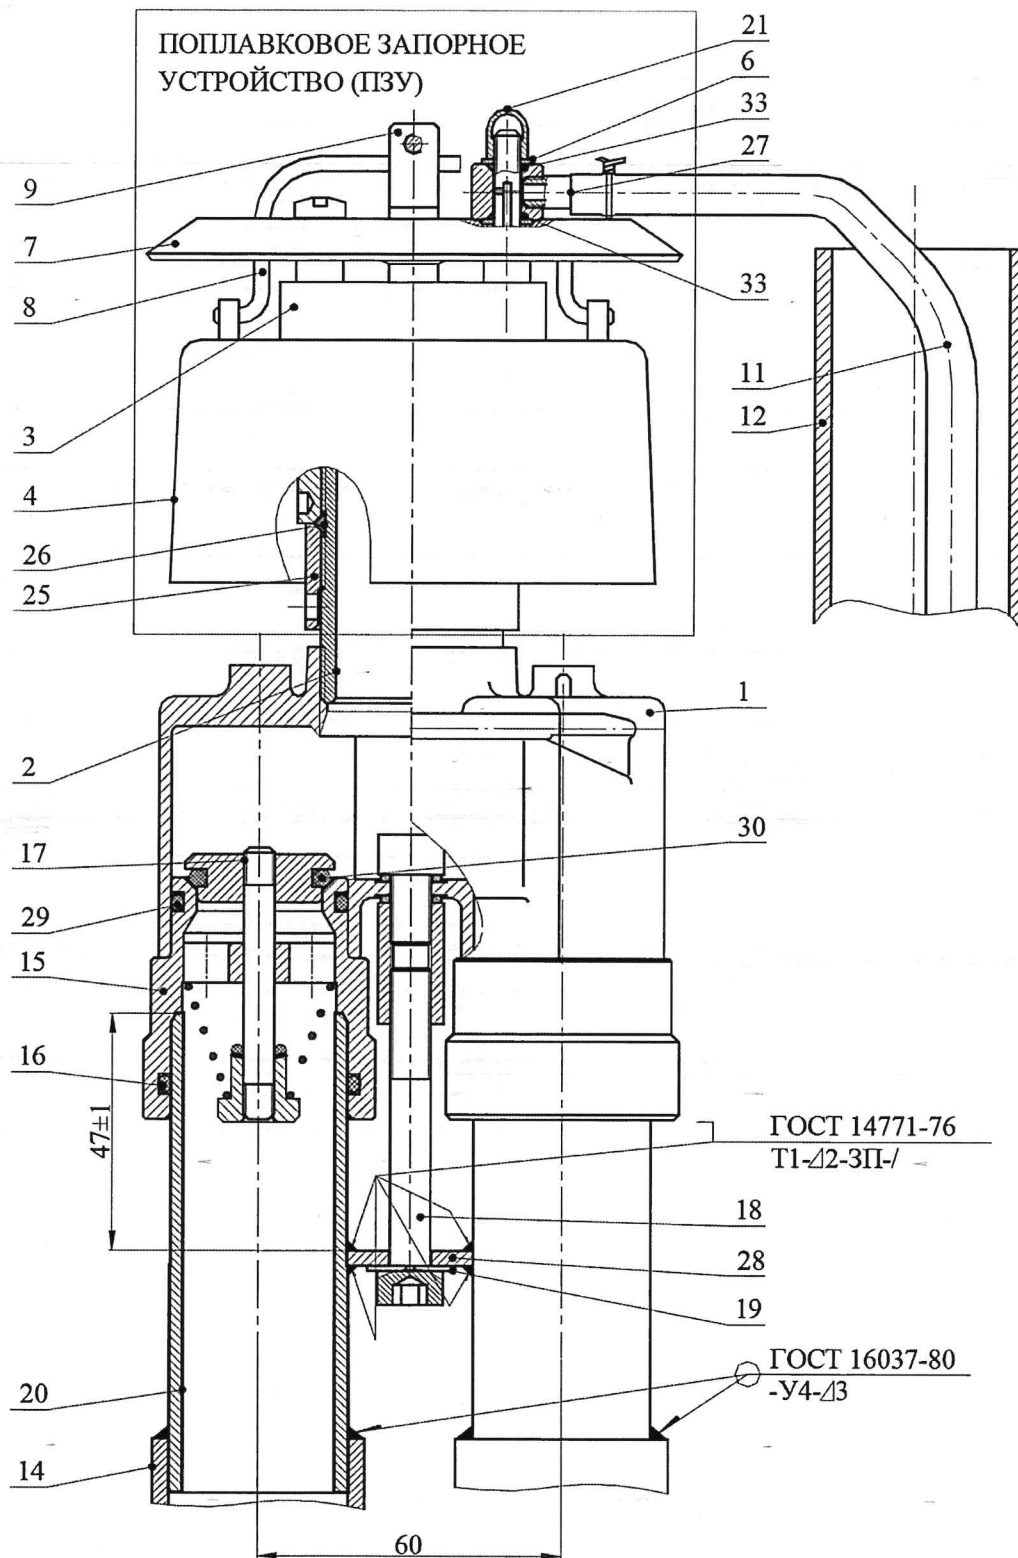
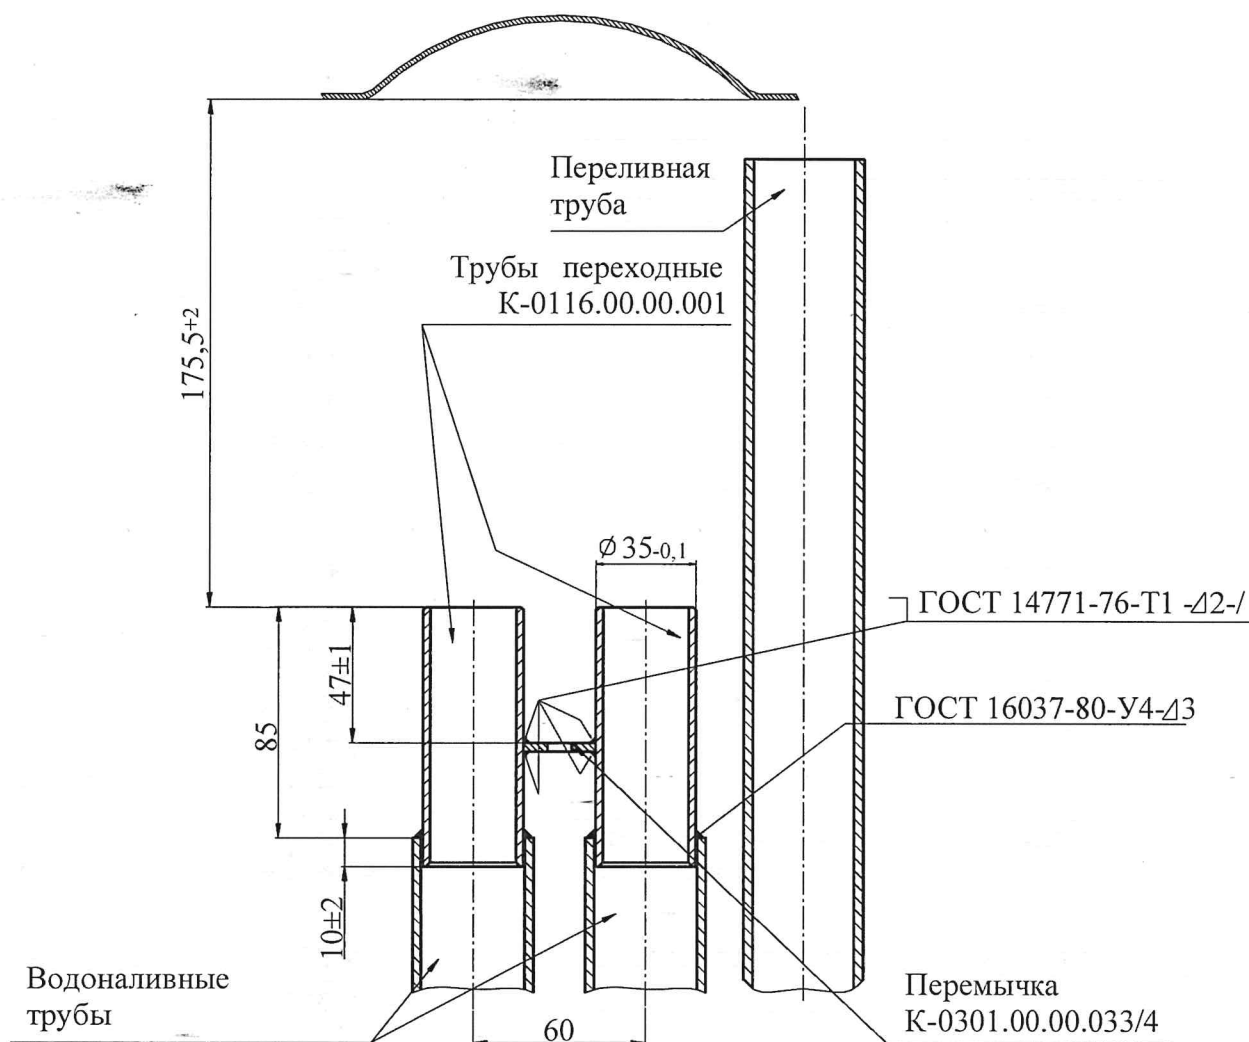

Рис.1 – Устройство и работа клапана.
Рис.2 – Установка клапана в баки вагонов модели 61-4514 со съемной распределительной батареей.
1.3.1. Клапан черт.К-0301/5.1.1М (рис.1) состоит из поплавкового запорного устройства (поз.3) (далее по тексту «ПЗУ»), тройника (поз.1), двух штуцеров (поз.15) с подпружиненными обратными клапанами (поз.17) и трубы переходной (поз.2).
- 2.1.1 Приварить перемычку (поз.28) черт.К-0301.00.00.033/4 (рис.1, рис.2) на расстоянии 47 ± 1 от концов труб переходных (поз.20) черт.К-0116.00.00.001 контролируя межосевой размер 60 мм, при этом верхние концы труб переходных (места посадки клапана) защитить от сварки на расстоянии 25 мм минимум.
- 2.1.2 Приварить две трубы переходные (поз.20) (рис.1, рис.2) с перемычкой к водоналивным трубам, выдерживая размер 85мм и контролируя межосевой размер 60мм. При этом верхние концы труб переходных (места посадки клапана) защитить от сварки на расстоянии 25 мм минимум. После сварки поверхность распределительной батареи и сварочные швы очистить от брызг, шлака. Внутренние поверхности труб и поверхность распределительной батареи промыть.
3.2.3 Замена колец штуцеров (поз.15) (рис.1)
3.2.3.1 Не разбирая штуцер (поз.15) (рис.1), нажав на нижнюю гайку и сжав пружину заменить кольца 021-027-36 (поз.30) обратных клапанов (поз.17) на новые, не допуская их перекручивания. Заменить уплотнительные кольца (поз.29) и (поз.16) на новые, не допуская их перекручивания.
3.2.4 Замена колец 005-007-14 (поз.33) (рис.1)